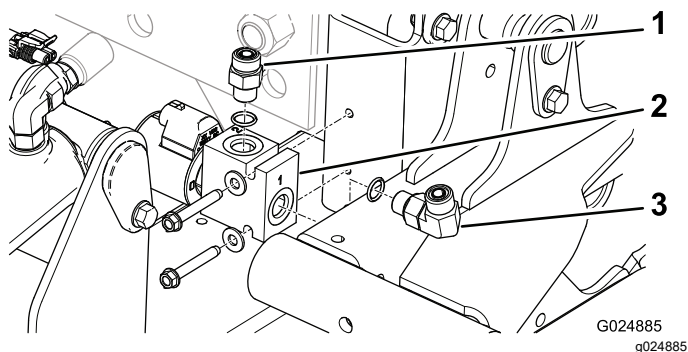

Figura 2
3. Monte el distribuidor derecho de bloqueo de la carcasa en el tubo del bastidor con 2 tornillos autorroscantes (¼" x 1¾"). Posicione el distribuidor según se muestra en Figura 2.
4. Instale el acoplamiento hidráulico recto en la parte superior del colector (Figura 2).
5. Instale el acoplamiento hidráulico de 90 grados en el extremo del distribuidor (Figura 2).